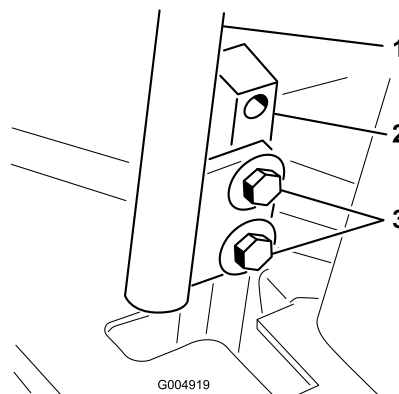

Figure 77
3. Desserrez les boulons de fixation des leviers de commande (Figure 77).